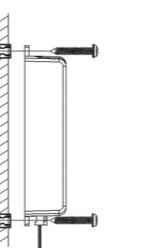

Рис.2
- Закрепите блок управления рис. 2